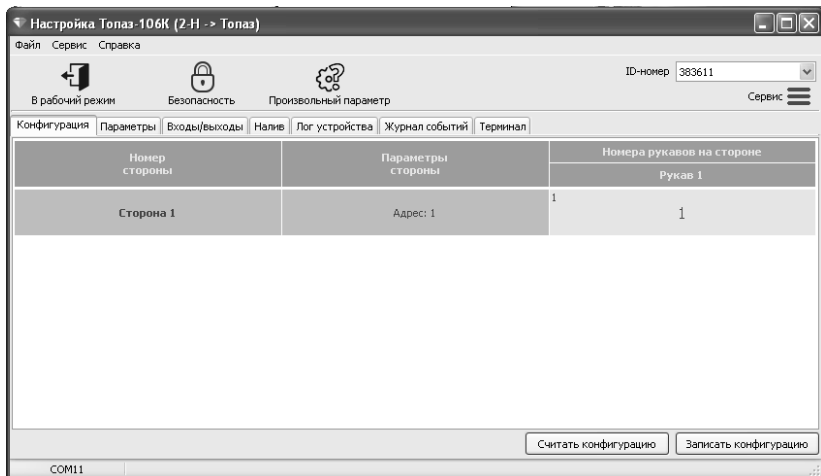

Рисунок 2
10.2 На вкладке "Конфигурация" производится настройка сетевых адресов и режимов работы рукавов устройства по их ID-номерам. Для настройки необходимо считать параметры из устройства кнопкой "Считать конфигурацию" (рисунок 2).